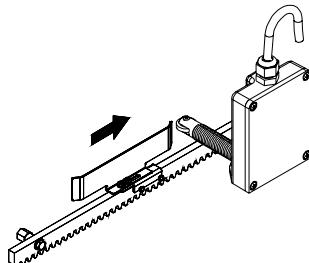

Abb.18
- Das Feinblech auf der Zahnstange in die Öffnungsrichtung schieben (Abb. 18). Sobald sich die LED-Diode des Endschalters für den Öffnungsvorgang auf dem elektronischen Steuergerät ausschaltet, das Feinblech um weitere ca. 20-30 mm nach vorne versetzen und provisorisch mit den mitgelieferten Schrauben auf der Zahnstange befestigen.